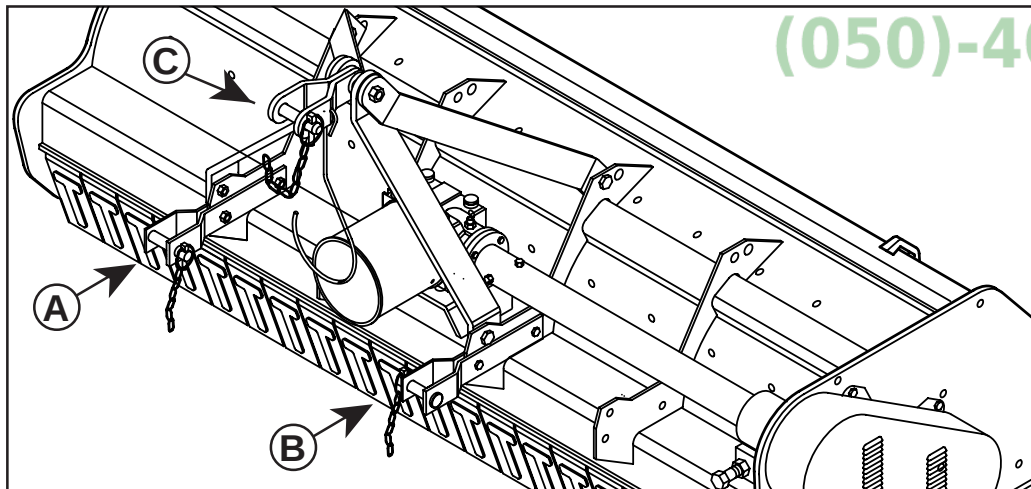

Fig. 7
Le piastre (A-B-C Fig. 7) vanno montate sempre e solo come illustrato in Fig. 7 con i fori posizionati anteriormente al tubo quadro.
The plates (A-B-C fig. 7) are always mounted only as illustrated in fig. 7, with the holes positioned in front of the square tube.
Die in Abb. 7 mit A-B-C angeführten Platten haben stets wie in dieser Abbildung aufgezeigt montiert zu werden - d.h. die Lochungen werden vor das Flachrohr gesetzt.
Les plaques (A-B-C Fig. 7) ne doivent être montées que comme illustré sur la Fig. 7 avec les trous positionnés à l'avant du tube carré.
Las placas (A-B-C Fig. 7) tienen que instalarse siempre y sólo como ilustrado en la Fig. 7, con los agujeros colocados adelante del tubo cuadrado.
- 1- Accostare le barre del sollevatore ponendole all'interno delle piastre (A-B-C Fig. 7), inserire il perno nel foro predisposto e bloccare con le copiglie a scatto.
- 1- Near the lift bars, setting them in the most suitable plates (A-B-C Fig. 7). Insert the pin into the relative hole and lock in place with the snap-in split pins.
- 1- Die Lenker des Krafthebers annähern und in die am besten geeigneten Platten schieben (A-B-C Abb. 7). Den Bolzen in das Loch stecken und mit dem einrastenden Splint blockieren.
- 1- Approchez les barres du relevage en les plaçant à l'intérieur des plaques les plus appropriées (A-B-C Fig. 7), introduisez l'axe dans le trou correspondant et bloquez par les goupilles à encastrement.
- 1- Acercar las barras del elevador poniéndolas dentro de las placas más indicadas (A-B-C Fig. 7), introducir el perno en el orificio y bloquear con los pasadores de resorte.
- 4 - Collegare il terzo punto superiore (C Fig. 7) ed effettuare una corretta regolazione con il tirante, verificando che il piano superiore della macchina risulti parallelo al piano terra. Ciò è molto importante allo scopo di ottenere il parallelismo tra asse albero presa di forza della macchina e quello della presa di forza del trattore. Operare in queste condizioni significa limitare le sollecitazioni sulla presa di forza stessa e prolungare la durata dell'albero cardanico e della macchina stessa.
- 4 - Connect the upper third-point (C Fig. 7) and correctly regulate by means of the adjuster, checking that the upper surface of the machine is parallel to the ground. This is very important since it achieves parallelism between the axis of the machine and that of the tractor pto. When the implement operates in these conditions, there will be less stress on the pto itself while the cardan shaft and implement will be much less subject to wear.
- 4 - Den oberen Kupplungspunkt (C Abb. 7) anschließen und den oberen Lenker korrekt einstellen. Sicherstellen, daß die obere Haubenkante der Maschine parallel zum Boden steht. Das ist sehr wichtig, um die Parallelität zwischen der Achse der Maschine und der der Schlepper-Zapfwelle zu erhalten. Wenn diese Parallelität gegeben ist, wird die Zapfwelle weniger belastet und das Leben von Gelenkwelle und Gerät wird verlängert.
- 4 - Reliez le troisième point supérieur (C Fig. 7) et réglez correctement à l'aide du tirant. Assurez-vous que le plan supérieur de la machine soit pratiquement parallèle au terrain. Ceci est très important en vue d'obtenir le parallélisme entre l'axe de la houe et celui de la prise de force du tracteur. Travailler dans ces conditions signifie limiter les sollicitations sur la prise de force et prolonger la durée de l'arbre à cardans, mais aussi de la machine.
- 4 - Conectar el tercer punto superior (C Fig. 7) y efectuar una correcta regulación con el tirante de regulación controlando que el plano superior de la máquina resulte paralelo al plano al nivel del suelo. Esto es muy importante para obtener paralelismo entre el eje de la máquina y el eje de la toma de fuerza del tractor. Esto permite limitar los esfuerzos sobre la toma de fuerza misma y hacer durar el árbol cardánico y la máquina misma.